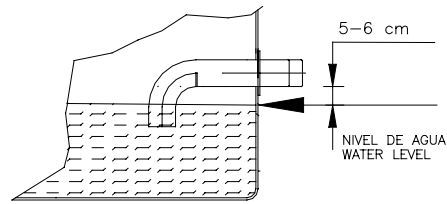

Fig.: 5
2. Llenar de agua la bandeja hasta un nivel de 10 /20 mm por debajo del nivel del rebosadero.(Fig.: 5)
2. *Fill the basin with cold water up to a level of 10 / 20 mm beneath the level of the overflow.(Fig.: 5)*